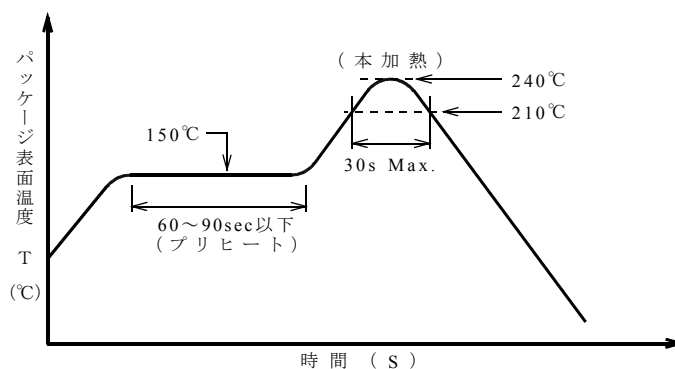

図 5-1 温度プロファイル
推奨温度プロファイルの例を図 5-1 に示します。
- ① パッケージ表面温度は最大 **240℃**、**210℃**以上を **30 秒**以内にて実施願います。
- ② 推奨温度プロファイルは図 5-1 をご参照下さい。